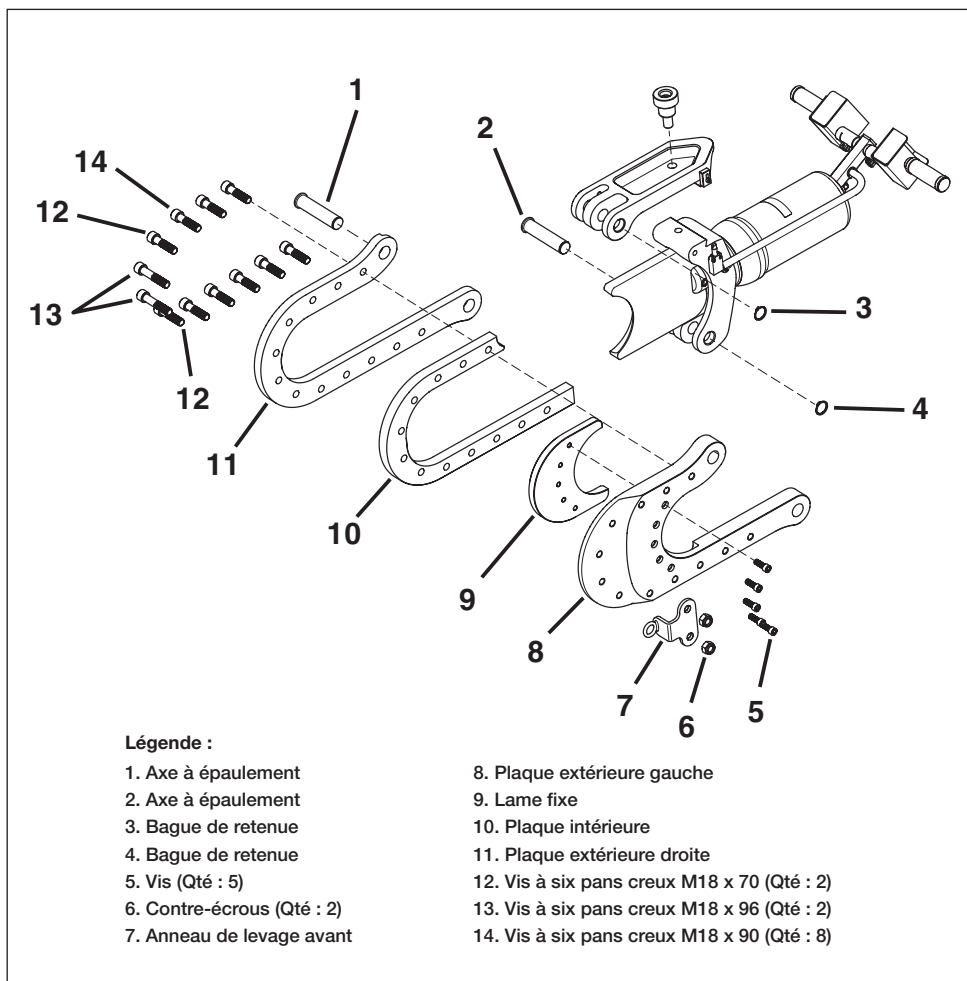

Figure 11, Remplacement de la lame fixe
Procédez comme suit pour remplacer la lame fixe. Reportez-vous à la Figure 11.
6. Retirez la bague de retenue (Figure 11, élément 4). Enlevez l'axe à épaulement (Figure 11, élément 2) et la tête de coupe (Figure 11, éléments 5 à 14).
7. Retirez les deux vis à six pans creux (Figure 11, élément 13), les contre-écrous (Figure 11, élément 6) et l'anneau de levage avant (Figure 11, élément 7).
8. Retirez les deux vis à six pans creux (Figure 11, élément 12) et les huit vis à six pans (Figure 11, élément 14).
9. Séparez la plaque extérieure gauche (Figure 11, élément 8), la plaque intérieure (Figure 11, élément 10) et la plaque extérieure droite (Figure 11, élément 11).
10. Retirez les cinq vis de la lame fixe (Figure 11, élément 5) et retirez la lame fixe (Figure 11, élément 9).
11. Installez une lame fixe neuve (Figure 11, élément 9) sur la plaque extérieure gauche (Figure 11, élément 8), à l'aide des cinq vis (Figure 11, élément 5), appliquez un couple de serrage de 87 Nm [64 ft-lb]. Appliquez également de la Loctite 243 ou un produit équivalent.
12. Installez la plaque extérieure gauche (Figure 11, élément 8), la plaque intérieure (Figure 11, élément 10) et la plaque extérieure droite (Figure 11, élément 11) à l'aide des huit vis à six pans creux (Figure 11, élément 14) et des deux vis (Figure 11, élément 12). Serrez au couple de 289 Nm [213 ft-lb].
13. Placez deux vis à six pans creux (Figure 11, élément 13), les contre-écrous (Figure 11, élément 7) et l'anneau de levage avant (Figure 11, élément 6) et serrez au couple de 289 Nm (213 ft-lb).
14. Installez la tête de coupe (Figure 11, éléments 5 à 14) et le corps de l'outil à l'aide de l'axe à épaulement (Figure 11, élément 2) et d'une bague de retenue (Figure 11, élément 4).